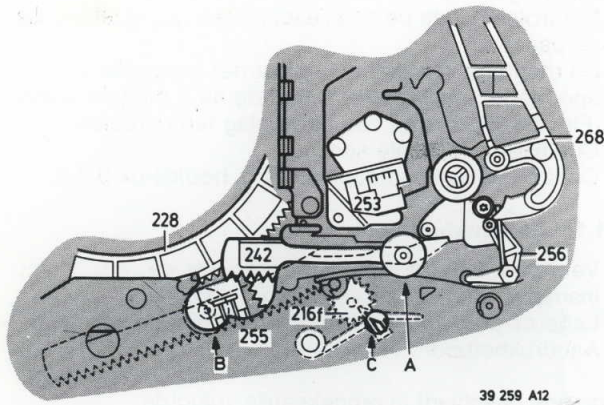
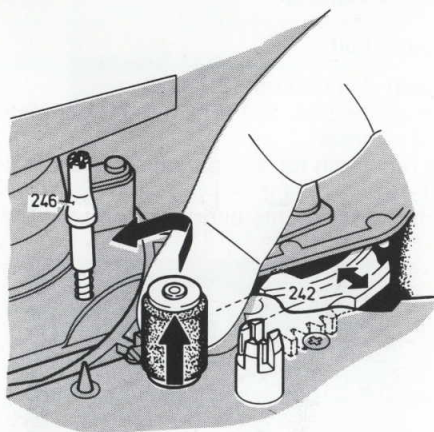
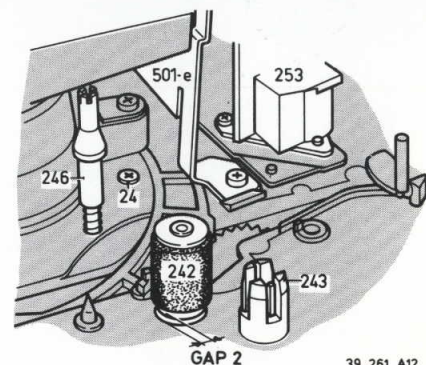

Fig. 3-1-13
Fig. 3-1-14
Fig. 3-1-16
- Rijd in tot de aandrukrol in positie A staat (Fig. 3-1-13).
- Door het gat in de bovenplaat van de hefboom C (Fig. 3-1-13) naar voren schuiven totdat het tandwiel pos. 216f naar beneden valt.
- Aandrukrol naar links in positie B schuiven (Fig. 3-1-13). Onder de flens inhaken en verder tot aan de aanslag schuiven (Fig. 3-1-14).
- Aandrukrol vlug naar achter en voorts naar links schuiven, daarbij linker schuif optillen totdat de aandrukrol voorbij het lipje is (Fig. 3-1-14).
- Tandwiel met pincet optillen, als de aandrukrol weer in positie A is (Fig. 3-1-13) (daarbij de aandrukrol een beetje bewegen). Ook kan men van de onderkant door een gat in het chassis tandwiel 216f omhoog drukken. Controleer de juiste positie van de aandrukrol t.o.v. de inrijring.
- Rijd in tot de aandrukrol positie B (Fig. 3-1-13) bereikt. De aandrukrol moet in de eindstand B een beetje speling hebben. GAP 2 (Fig. 3-1-16).
- De aandrukrol bevindt zich met speling in positie B (Fig. 3-1-13) en het zwenkwiel kan met speling in de eindstand worden bewogen.